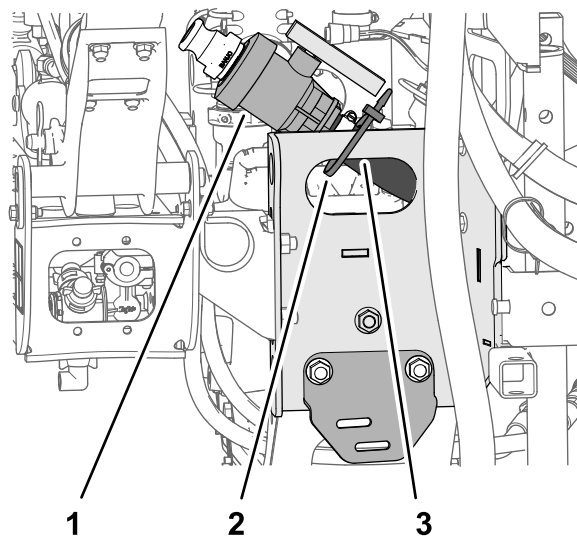

図 13
1. ドレンバルブと液剤タンク用のホースをスキッドのチャンネル部に固定しているケーブルタイを外す図 13。